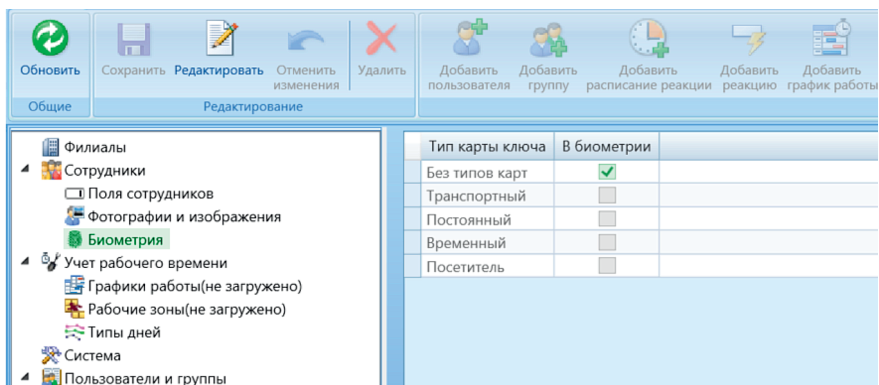

Рис. 6. Настройка распознавания без использования типов карт сотрудников
2. В разделе «Биометрия» через кнопку «Редактировать» поставьте флажок напротив «Без типов карт», если на вашем объекте нет разделения типов карт сотрудников или выберите нужный тип ключа, который будет использоваться для биометрии (рис. 6). Если вы используете один ключ на для сотрудника и не используете присвоение ему Типа, то в настройках биометрии выбирайте «Без типа ключа». Если вы используете несколько ключей для сотрудника, например Карта и Мобильный идентификатор, то желательно основному ключу присваивать Тип, который и следует выбрать при настройках биометрии.